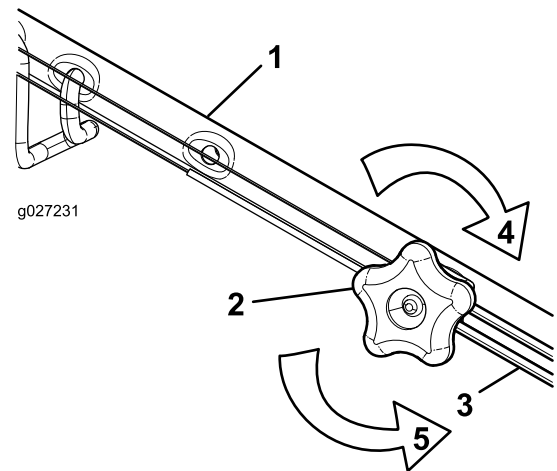

図 46
1. 調整ねじを左に回してケーブルの調整をゆるめる 図 46。
2. ケーブル 図 46 を押し引きして適当な位置に調整できたら、その位置に保持する。